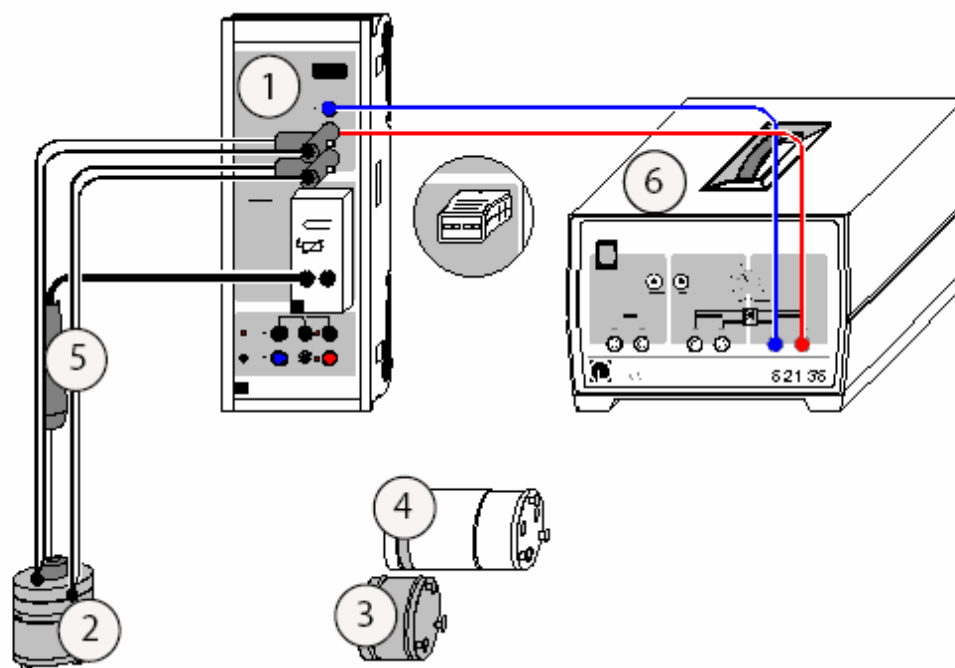

Рис.1
- ✓ компьютерный интерфейс для регистрации экспериментальных данных сенсор-CASSY 2 (①, Рис.1)
- ✓ медный калориметр (②, Рис.1)
- ✓ алюминиевый калориметр (③, Рис.1)
- ✓ большой алюминиевый калориметр (④, Рис.1)
- ✓ датчик температуры (термопара NiCr-Ni) (⑤, Рис.1)
- ✓ источник пониженного переменного и постоянного напряжения (⑥, Рис.1)